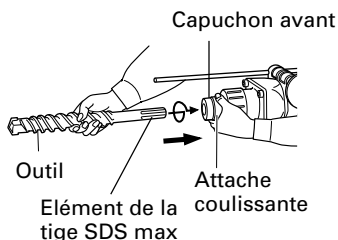
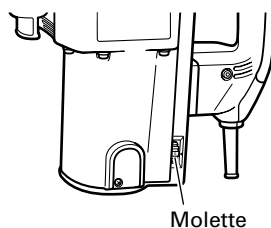

Fig. 2
Fig. 3
(1) Nettoyer, puis graisser la queue de l'outil avec la graisse fournie à cet effet en tube vert.
- (2) Pour fixer l'outil (tige SDS max), l'insérer dans l'orifice jusqu'à ce qu'il touche l'extrémité intérieure de l'orifice comme indiqué sur la Fig. 2. Si l'on continue à tourner l'outil en exerçant une légère pression, l'on sentira un endroit où il y a un obstacle. A cet endroit, tirer l'attache coulissante dans le sens de la flèche et insérer l'outil à fond jusqu'à ce qu'il touche l'extrémité intérieure.
- (3) Pour retirer l'outil, tirer complètement l'attache coulissante dans le sens de la flèche et sortir l'outil.
7. Réglage du nombre de rotations et de percussion (Fig. 3)